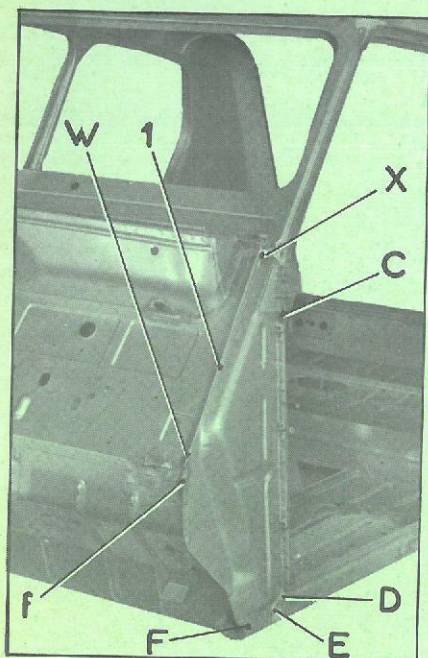

Fig. 1
- IJ et symétriquement (fig. 1),
- CD et symétriquement (fig. 1)
- EF et symétriquement (fig. 1)
- D et symétriquement (fig. 1)